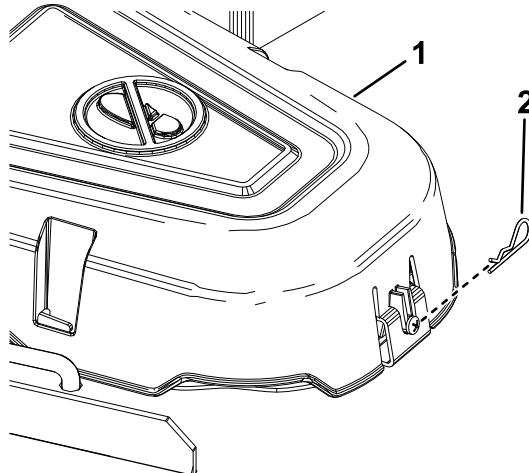

Figure 54
4. Retirez la goupille fendue et appuyez sur la languette pour déposer les protège-poulies (Figure 54).